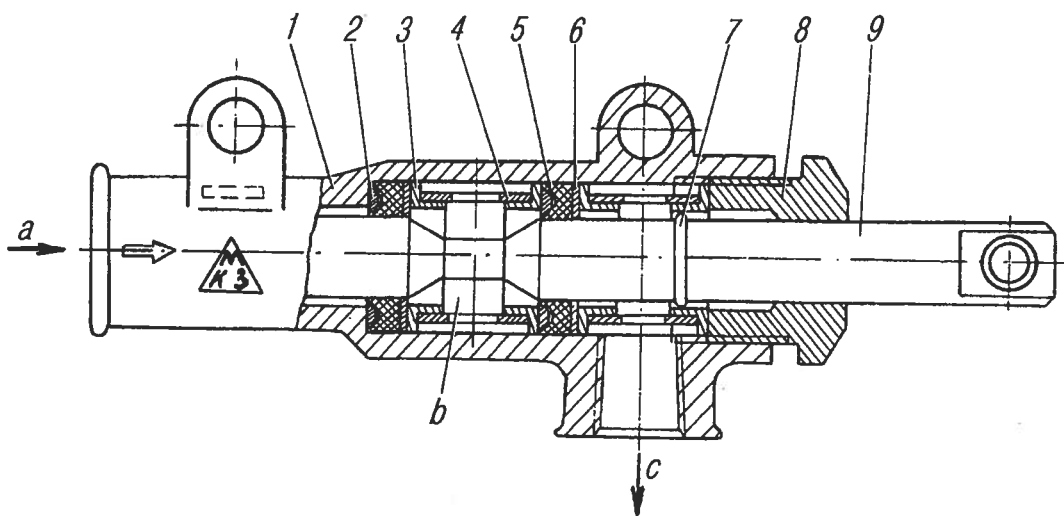
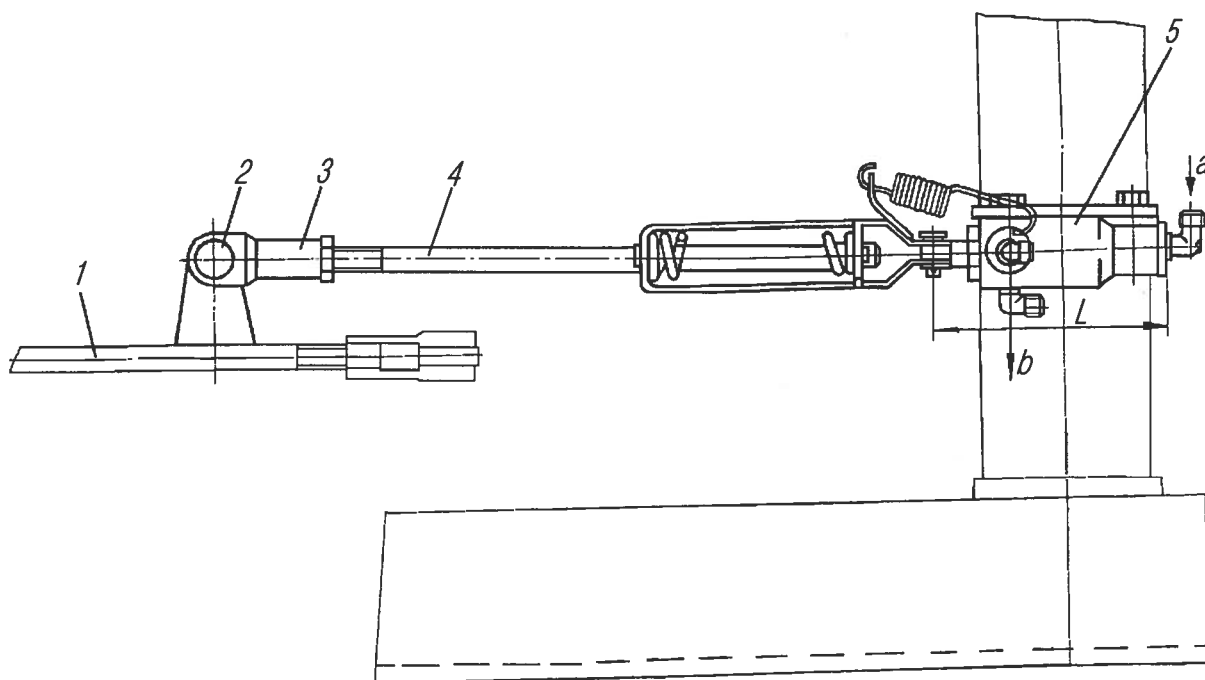

Рис. 76. Кран управления стояночным тормозом:
Рис. 77. Установка крана управления стояночным тормозом прицепа:
**Кран управления стояночным тормозом прицепа** (рис. 76) предназначен для управления тормозами прицепа при затормаживании автомобиля стояночным тормозом и установлен на третьей поперечине рамы. С тягой привода стояночного тормоза он соединен тягой с пружинным компенсатором. При опущенном рычаге
стояночного тормоза воздух из баллона через вывод «в» крана управления поступает к выводу II (см.рис. 75) клапана управления тормозами прицепа с двухпроводным приводом. При включении стояночного тормоза золотник крана управления смещается, соединяя вывод II с атмосферой через вывод «с» (см.рис. 76), далее привод тормоза прицепа работает, как указано выше. Для проверки установки крана управления установить рычаг стояночного тормоза в нижнее положение. Вращая вилку 3 (рис. 77), совместить отверстия вилки и ушка тяги 1, установить палец 2 и законтрить вилку 3, обеспечив размер  $L = 122-124$  мм.